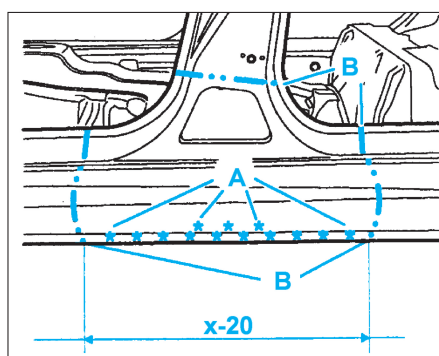

FIG. 69
- Découper par fraisage des points en (A) (Fig.69).